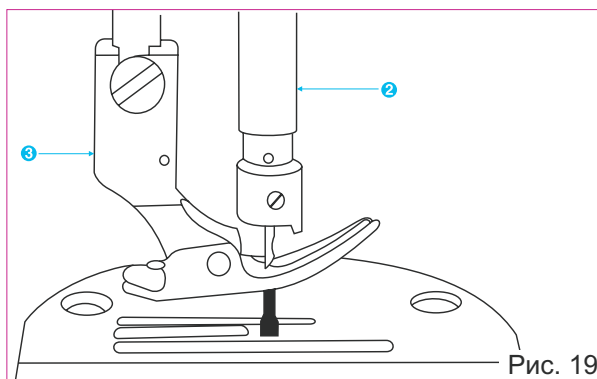

Рис. 19
3. Если вы установили высоту подъема лапки, превышающую 10 мм, убедитесь, что нижняя часть игловодителя (2) рис.19, в крайнем нижнем положении не соприкасается с лапкой (3).